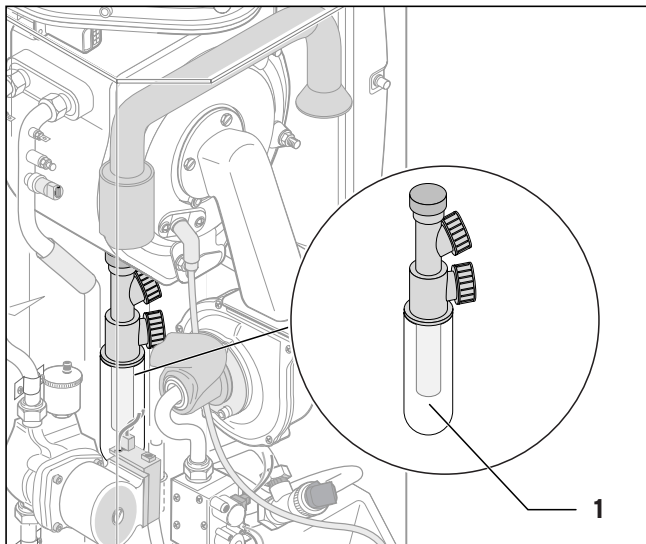

Fig. 7.5 Pulire il sifone della condensa
- Svitare la parte inferiore (1) del sifone della condensa (vedi fig. 7.5).